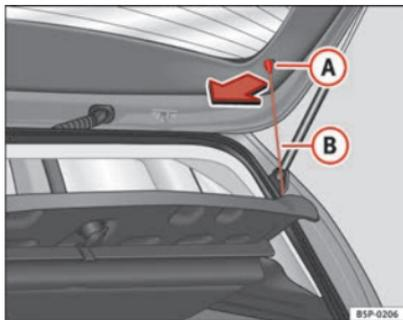

Fig. 123 Pianale portaoggetti
- Sganciare i tiranti ⇒ fig. 123 **B** dagli alloggiamenti **A**.